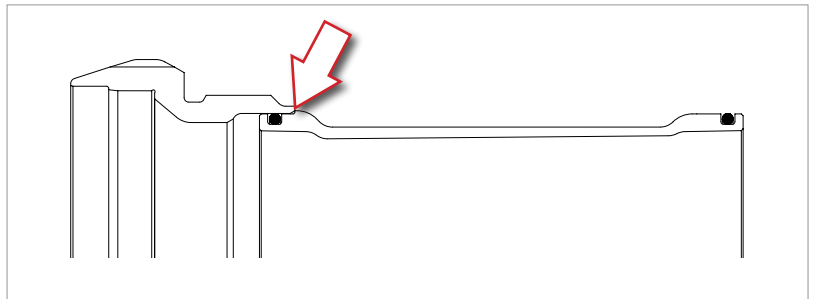

Abb.2
• Achten Sie darauf, dass die Lagerschale am Profil im Rohr anliegt (Abb. 2).